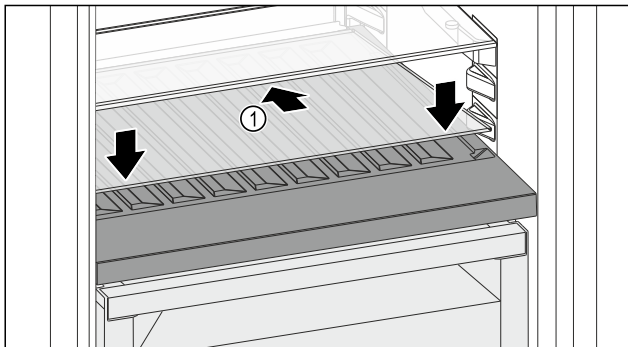

Fig. 163
- Postavite staklenu ploču Fig. 163 (1) ukoso, nagnutu straga prema dolje.
- Staklenu ploču Fig. 163 (1) podignite sprijeda.